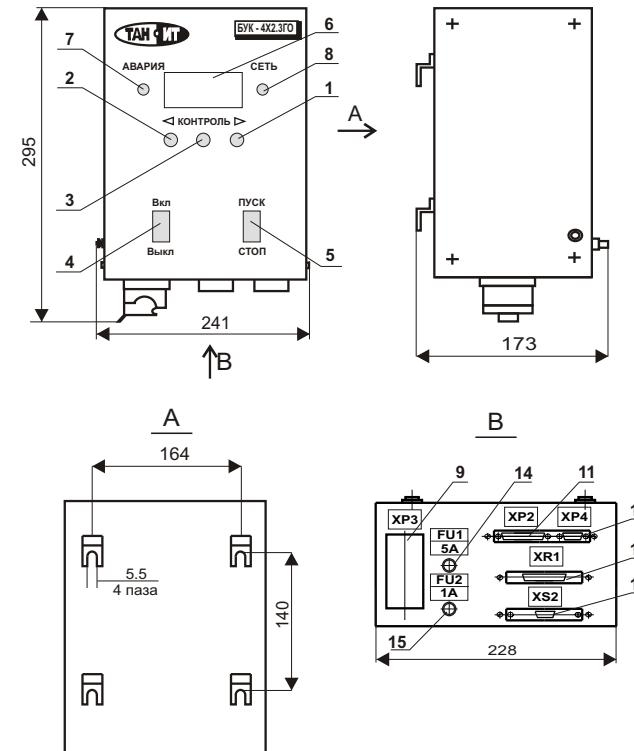

Рис.1
6). Блок должен крепиться на вертикальной плоскости: отдельно стоящей стойки или стене с помощью четырех болтов М5 в соответствии с рис.1.
Устройство БУ показано на рис.1. Конструктивно БУ состоит из откидывающейся панели и основания. Корпус блока металлический, степень защиты IP44 по ГОСТ 14254.
- световые индикаторы АВАРИЯ (7) и СЕТЬ(8).
На передней поверхности основания располагаются два предохранителя FU1 (14) и FU2 (15), болт заземления, а также разъемы для подключения (см. Рис. 1):